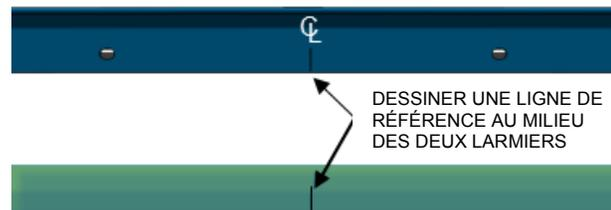

FIGURE 49
- Dessiner une ligne pour indiquer le centre de chaque larmier (FIGURE 49).